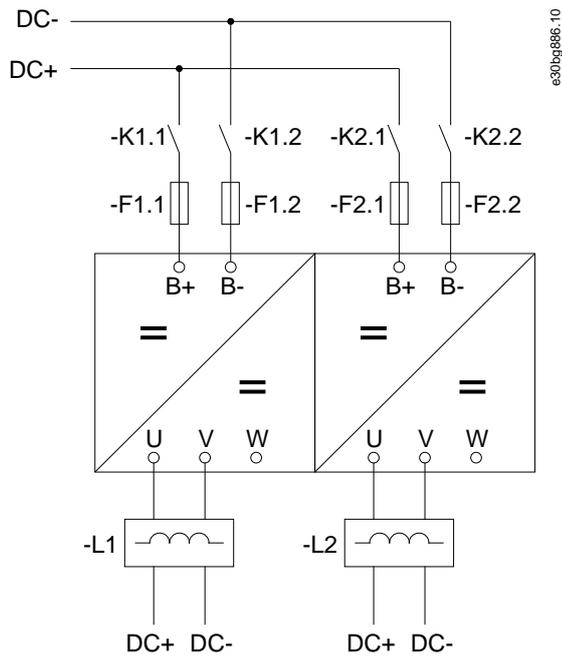

図 23: 出力フィルタ（2点）付き筐体サイズ F112 の基本配線図
- ・ NXP0820~NXP1030、筐体サイズ FI12 は、図 23 をご参照ください。
- ・ NXP0650~NXP0820、筐体サイズ FI12 は、図 23 をご参照ください。